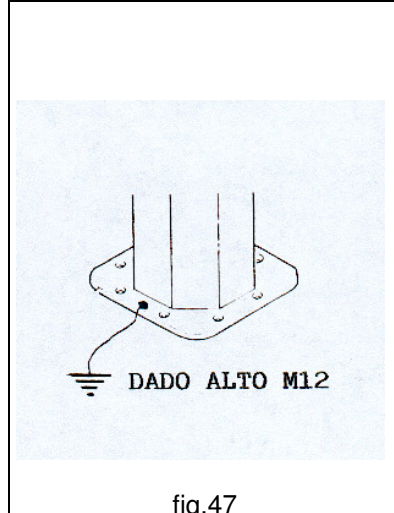

fig.47
- **Provvedere al collegamento dell'impianto di terra, alla struttura della gru, in corrispondenza dei punti di presa allo scopo previsti (fig.47).**